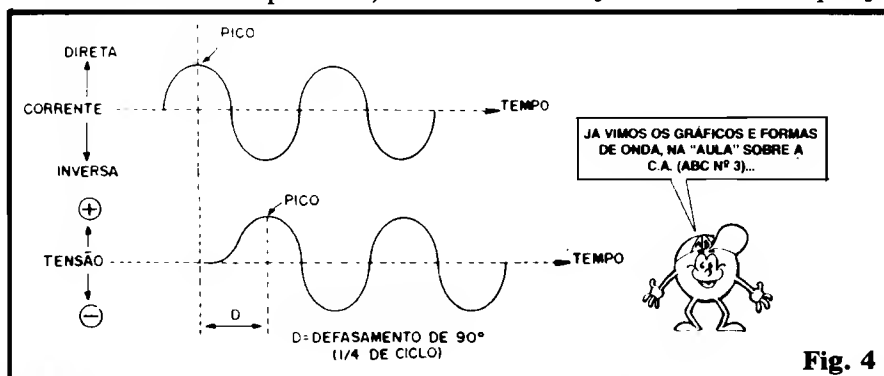

Fig. 4
- FIG. 4 - Os dois gráficos mostram o "desenho" ou as "curvas" (sempre com relação ao Tempo...) da Corrente, ao alto, e da Tensão, em baixo, num determinado Capacitor sob C.A. Observem o nítido "adiantamento" da Corrente com relação à Tensão. Quem quiser "ver" isso poderá "emendar" as duas Experiências mostradas na fig. 2 e - se conseguir acompanhar com os olhos os **dois** instrumentos, simultaneamente, notará esse "defasamento". O que isso significa, na prática...? Que o Capacitor, sob C.A., embora possa ser "interpretado" como um Resistor (tendo, inclusive, os seus "Ohms", quantificando sua REATÂNCIA...), **NÃO DISSIPA** aquela "baita" Potência que um Resistor é "obrigado" a manejar...! Como o "máximo" da Corrente **não coincide** com o "máximo" da Tensão, jamais ocorre a Potência também "máxima" que seria de se esperar num Resistor (de **idêntico** valor ôhmico à Reatância do tal Capacitor...)! Se